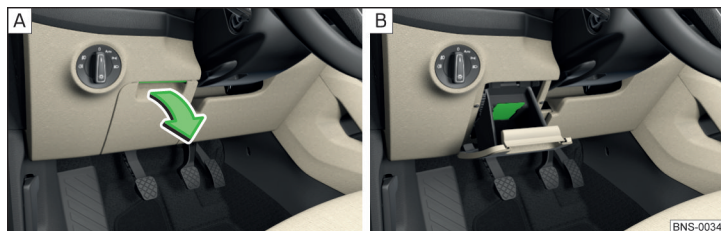

Fig. 109 Abrir el compartimento guardaobjetos/ postatarjetas
- Para **abrir** levante el tirador y abra el compartimento » fig. 109 - [A].
En el compartimento guardaobjetos hay un portaltarjeta » fig. 109 - [B].